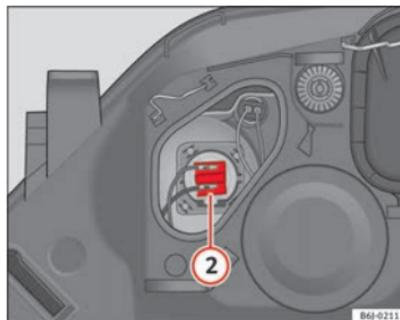

Fig. 150 Máximos
- Extraia o conector ⇒ Fig. 150 ② puxando para fora.